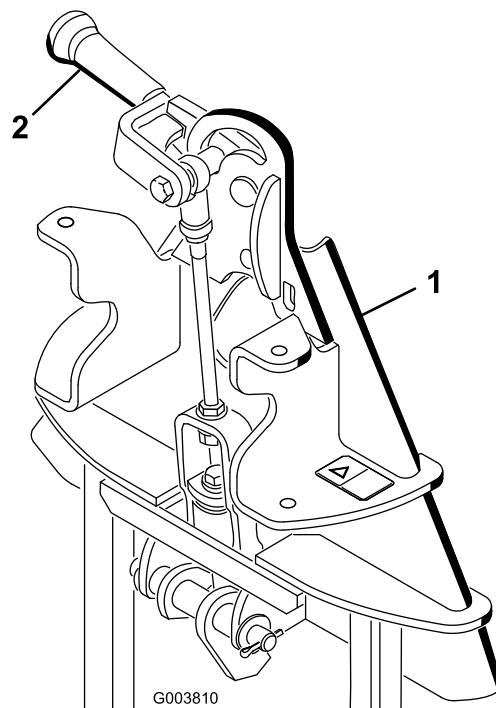

Bild 3
**Hinweis:** Stellen Sie sicher, dass der Sperrhebel (Bild 3) nach links in die entriegelte Stellung gedreht ist (vom Heck der Maschine aus gesehen).